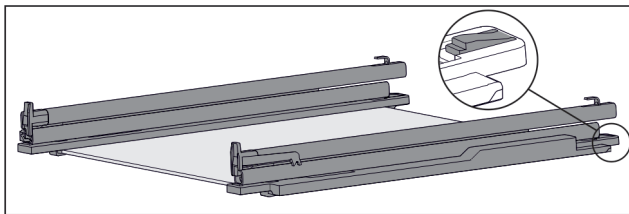

Fig. 120 Lasihylly kiskoilla ja pidikkeillä
- ▶ Paina pidikettä alas (katso Fig. 120) ja työnnä samaan aikaan kiskoa taaksepäin.